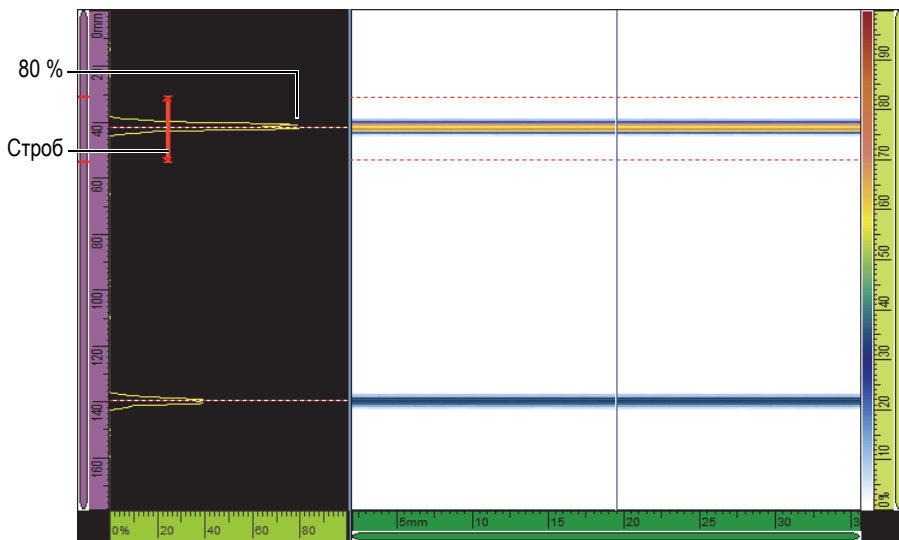

Рис. 5-3 Сигналы от отражателей на линейном скане
- b) Настройте **Усил.** таким образом, чтобы амплитуда первого сигнала находилась приблизительно на уровне 80 % от высоты экрана А-скан (см. Рис. 5-3 на стр. 133).
- c) Настройте параметры **Начало** и **Диапазон**, так чтобы сигналы от обоих отражателей были видимы на А-скане (см. Рис. 5-3 на стр. 133).
- a) Введите значения **Начало** и **Ширина** для строба А: первый сигнал должен пересекать строб в середине, и строб должен быть достаточно широким, чтобы сигнал находился в нем полностью (см. Рис. 5-3 на стр. 133).